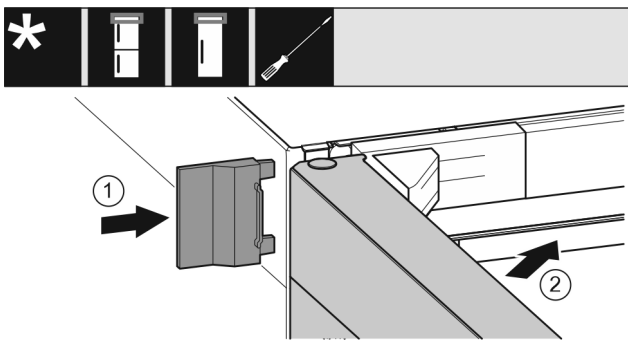

Fig. 23
- ▶ Työnnä ulompi suojus paikalleen. Fig. 23 (1)
- ▶ Sulje ylempi ovi. Fig. 23 (2)